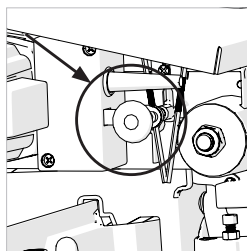

Fig. 6
- Retirez la tige de fixation de la tête de coupe et laissez la tête de coupe remonter en position haute. **(Fig. 6)**